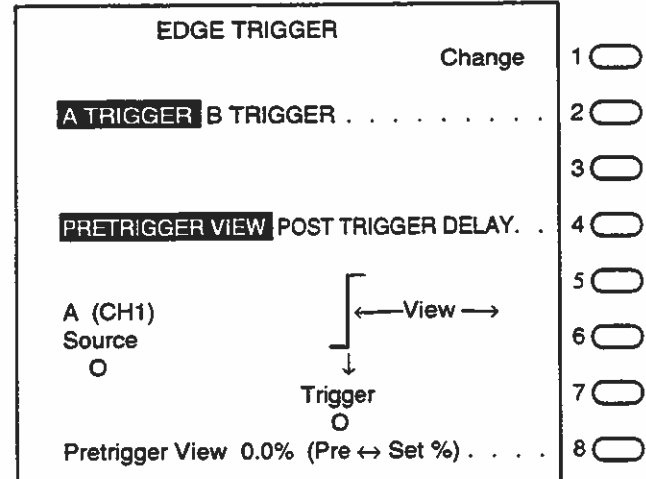

Abb. 3.14.1 Triggerflanken Menü
Wenn Trigger Tools mit der Triggermenü-Taste (3) ausgewählt wird, wird das aktuelle Trigger Tools Konfigurationsmenü angezeigt, s. Beispiel in Abb. 3.14.1.